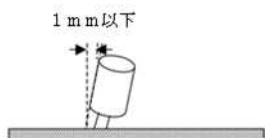

図9 基板の取り付け
④炭素皮膜抵抗器以外の部品は基板に対して垂直に取り付けること。各部品の曲がりの範囲は図9のとおりとする。